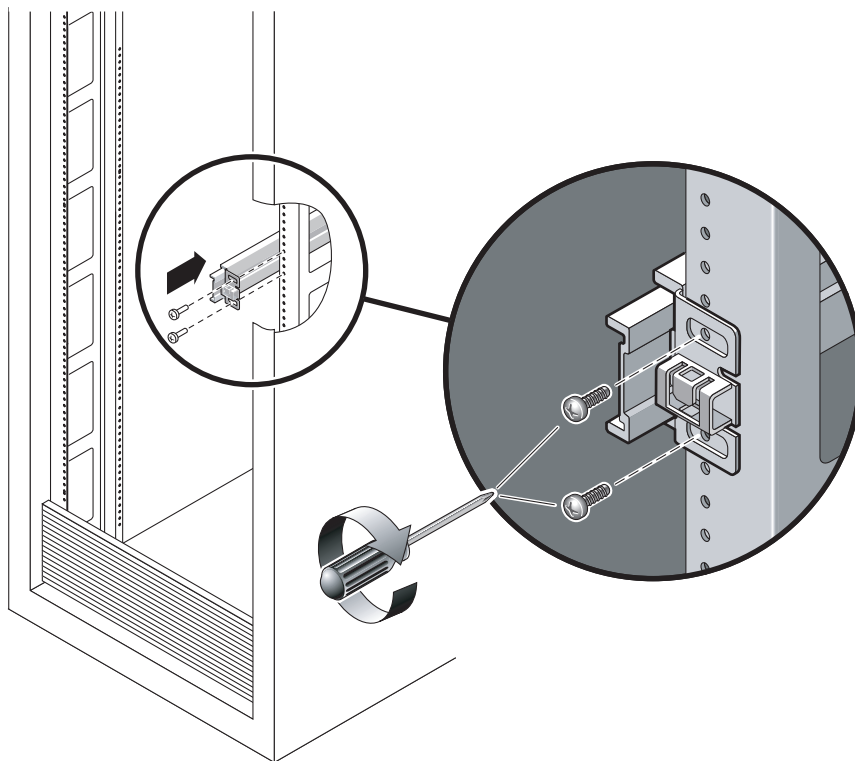

ABBILDUNG 2-5 Montage einer Schiene
- a. Befestigen Sie die Vorderseite einer Schiene mit zwei Schrauben locker am rechten vorderen Rack-Ständer (ABBILDUNG 2-5).**